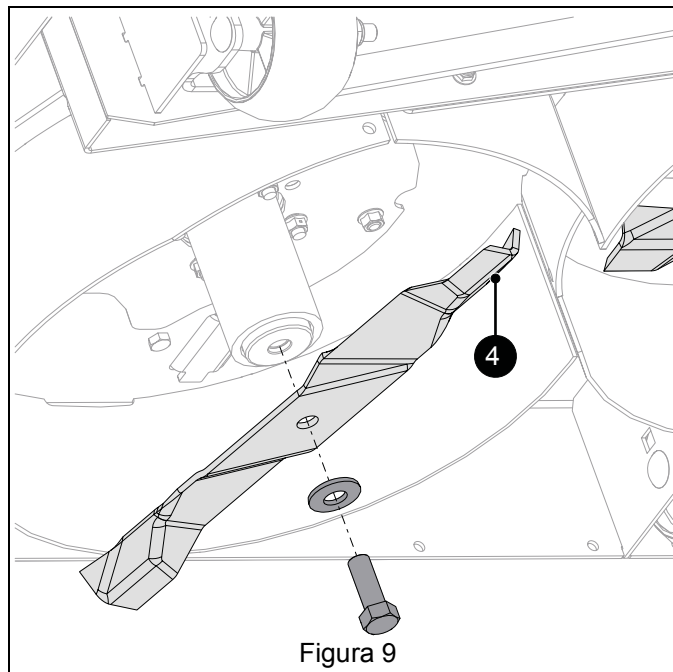

Figura 9
4. Asegure una cuchilla de empajado (pieza 4) en cada eje con la tornillería original de la cuchilla. Asegúrese de que estén montadas las arandelas con el lado en forma de copa contra las cuchillas y apriete a un par de 156 N•m – 217 N•m (115 lb-ft – 160 lb-ft). Consulte Figura 9.